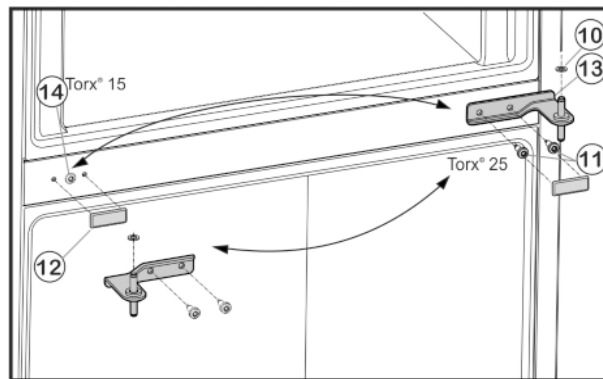

Fig. 5
- ▶ Bevestigingsbouten Fig. 5 (11) losschroeven (2 maal Torx® 25) en het middelste scharnierblok uit de onderste deur trekken.
- ▶ Kunststof ring Fig. 5 (10) verwijderen.
- ▶ Afdekking Fig. 5 (12) voorzichtig wegtrekken.
- ▶ Bevestigingsschroef Fig. 5 (11) losschroeven (1 keer Torx® 15) en terugplaatsen op de andere zijde.
- ▶ Afdekking Fig. 5 (12) terugplaatsen op de andere zijde.
- ▶ Middelste scharnierblok Fig. 5 (13) 180° gedraaid in de onderste deur plaatsen en met bevestigingsbouten Fig. 5 (11)(2 maal Torx® 25) op de nieuwe scharnierkant **stevig (met 4 Nm)** aandraaien.
- ▶ Kunststof ring Fig. 5 (10) weer aanbrengen.
- ▶ Bovenste deur op het middelste scharnierblok Fig. 5 (13) plaatsen.